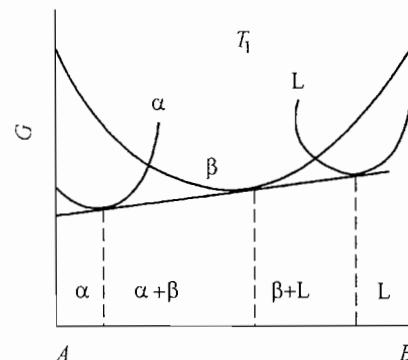

图 19-4 第二题第 7 小题
(1) 相图中三条水平线的反应式 (温度由高到低): 包晶反应:  $L + \alpha \rightarrow \beta$ , 共析反应  $\beta \rightarrow \alpha + \gamma$ , 共析反应  $\gamma \rightarrow \alpha + \delta$ ;  $T_1$  温度下的成分-自由能曲线示意图如图 19-4 所示。
(2) Cu-10wt%Sn 合金平衡凝固过程: 析出初晶  $\alpha$ , 凝固后得到单相固溶体  $\alpha$ 。